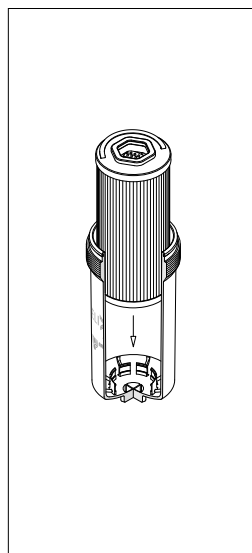

fig. 4
- (Fig. 4) Spingere l'elemento filtrante nel contenitore fino all'aggancio del fondello all'interno dei dentini.